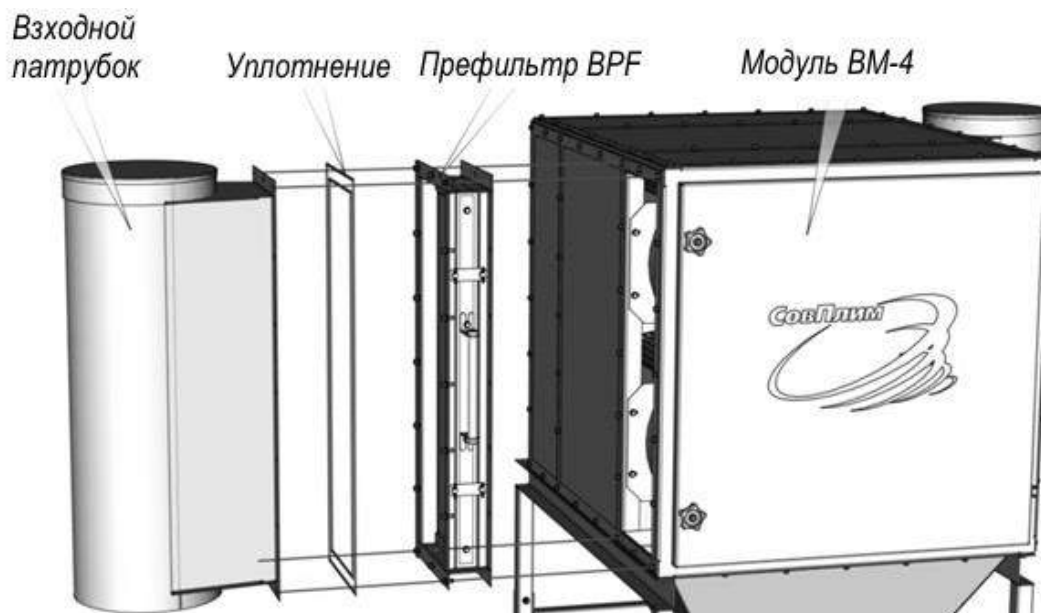

Рисунок 31
5.9.1 Демонтировать входные патрубки, взамен них установить префильтр BPF на модуль BM-4 и префильтр BPF-S на модуль BM-2, крепить болтами М6х16 (рисунок 31).